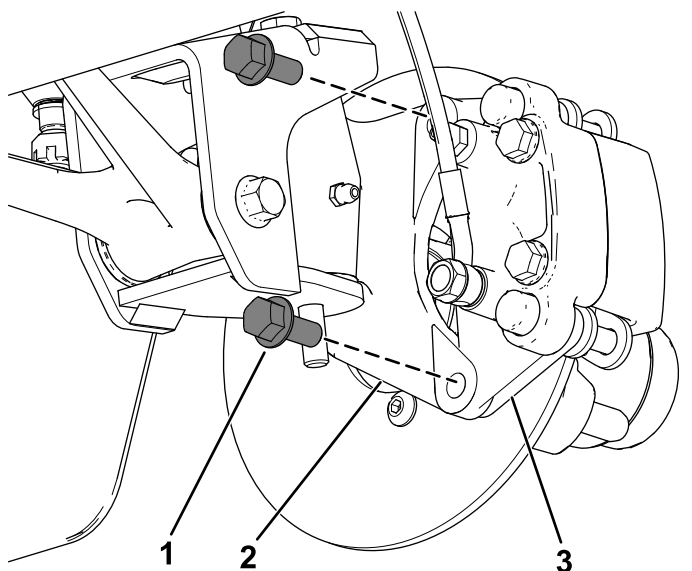

Bild 35
3. Entfernen Sie die Bundkopfschrauben ($\frac{3}{8}$ " x $\frac{3}{4}$ "), mit denen die Halterung für die Bremse an der Spindel befestigt ist, und nehmen die Bremse von der Spindel ab (Bild 35).
2. Fluchten Sie die Bremsbeläge mit jeder Seite des Drehzylinders (**Bild 35**) und die Löcher in der Bremsbackenhalterung mit den Löchern im Bremsenhalter des Spindelrahmens aus (**Bild 39**).
3. Befestigen Sie den Bremsbackenhalterung mit den beiden Bundkopfschrauben ($\frac{3}{8}$ " x $\frac{3}{4}$ ") am Spindelrahmen (**Bild 35**).